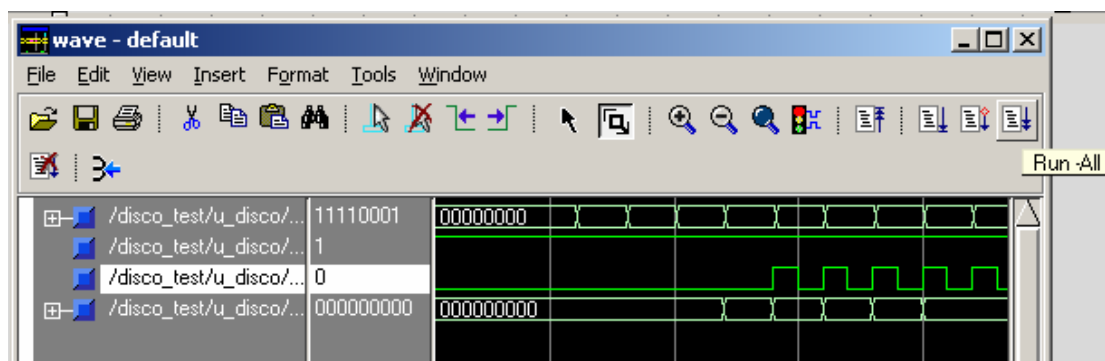

图 2.7
2.6. 然后在 Wave 窗口，点击 run all，运行，在波形窗口就可以看到信号的仿真波形。如图 2.7。